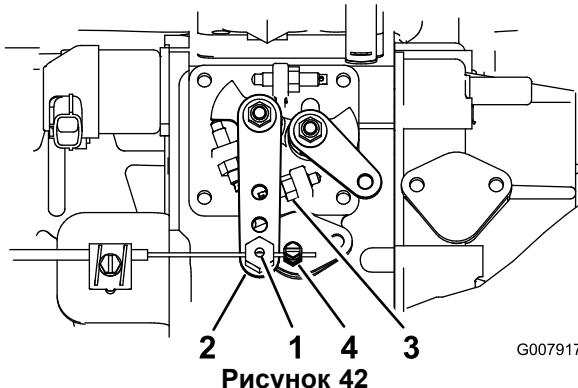

Рисунок 42
- Ослабьте соединитель тросика дроссельной заслонки рядом с рычагом насоса для впрыска топлива (Рисунок 42).
- Удерживайте плечо рычага насоса для впрыска топлива прижатым к упору высоких оборотов холостого хода (Рисунок 42).